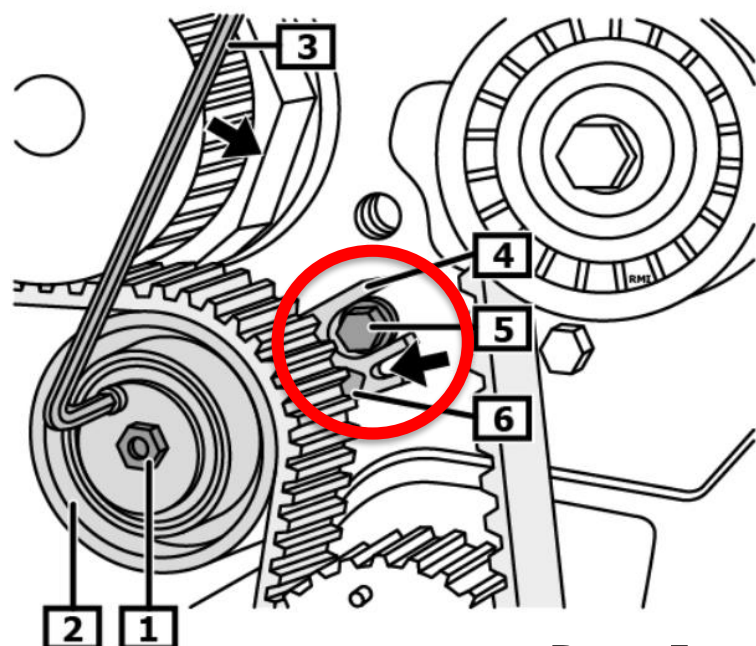

Рис.5
2) Поверните ролик **GT357.25** в требуемое положение таким образом, чтобы головка болта на головке блока цилиндров (рис.5, поз.5) оказалась внутри выреза (рис.5 поз.4) на задней части натяжителя, затем затяните центральный болт (рис.5 поз.1) с небольшим усилием «от руки».
4) Используя шестигранный ключ (рис.5 поз.3) вращайте натяжитель по часовой стрелке до тех пор, пока указатель в форме стрелки (рис.5 поз.6) на задней части натяжителя не совпадет с вырезом на задней пластине натяжителя.